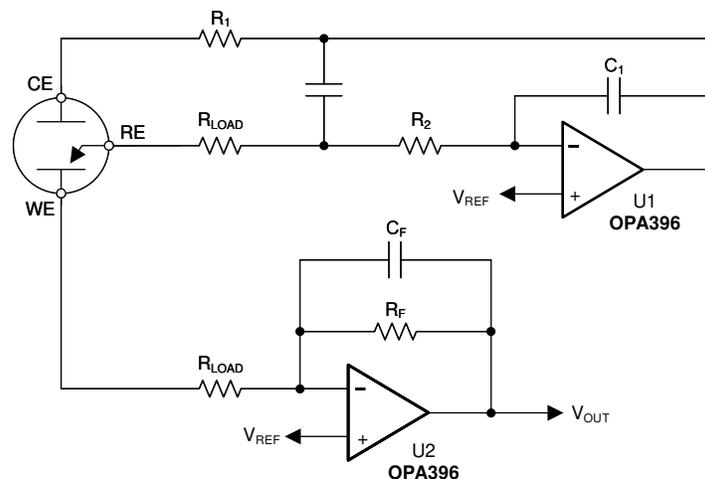

图 7-1. 三端 CO 气体传感器
图 7-1 显示了一个与三端非偏置 CO 传感器配合使用的简单低功耗恒电位仪电路。该设计同样适用于许多其他类型的三端气体传感器或电化学电池。基本传感器具有三个电极：感应或工作电极 (WE)、计数器电极 (CE) 和参考电极 (RE)。电流在 CE 和 WE 之间流动，其大小与检测到的浓度成正比。RE 监测内部参考点的电势。对于非偏置传感器，必须通过调节 CE 上的偏置将 WE 和 RE 保持在相同的电势。通过由 U1 形成的恒电位仪电路，伺服反馈操作会将 RE 引脚保持在由 V_{REF} 设置的电势。由于传感器的大电容，R1 可保持稳定性。C1 和 R2 形成恒电位仪积分器并设置反馈时间常数。U2 形成跨阻放大器 (TIA)，以将产生的传感器电流转换为与之成正比的电压。